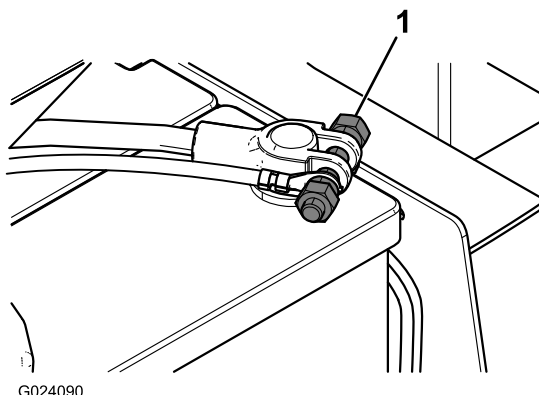

図 18
9. バッテリー端子についている既存の金具を外して、ダブルナットボルトを取り付ける 図 18。